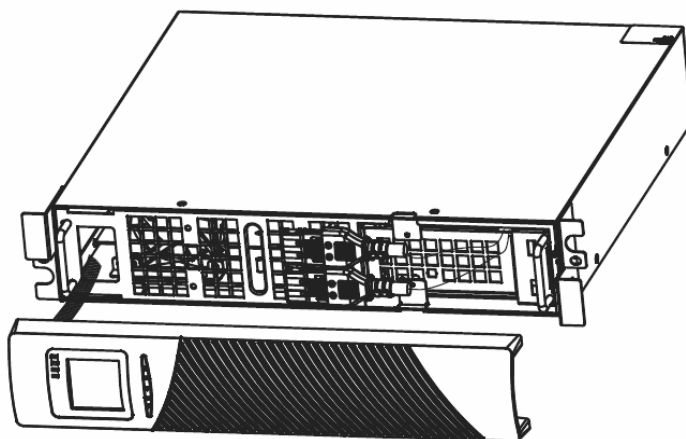

Рис. 9 Подсоединение внутренних аккумуляторов ИБП
2. Подсоедините разъем внутреннего аккумулятора (см. Рис. 9)